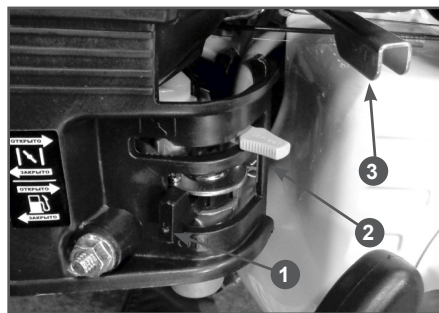

Рис. 6 Запуск двигателя
1. Откройте топливный кран. Для этого рычаг топливного крана (1) Рис. 6 установите в крайнее правое положение.
2. Закройте воздушную заслонку. Для этого рычаг (2) Рис. 6 установите в крайнее левое положение.
3. Рычаг газа (3) Рис. 6 установите в среднее положение.
3. Рычаг газа (3) Рис. 6 установите в